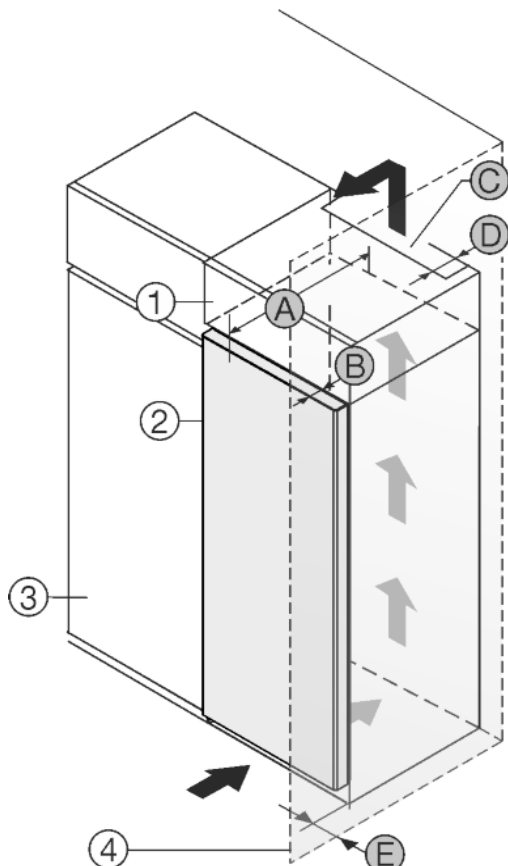

Fig. 1
Uređaj se može postaviti direktno uz kuhinjski element Fig. 1 (3).*
Na stražnjoj strani visećeg ormara treba postojati otvor za odzračivanje dubine Fig. 1 (D) po cijeloj širini visećeg ormara.
Ispod stropa prostorije treba poštovati ventilacijski presjek Fig. 1 (C).
Kada se uređaj postavlja s okovima pored zida Fig. 1 (4), razmak između uređaja i zida mora iznositi najmanje 40 mm. To odgovara stajanju ručice kod otvorenih vrata.